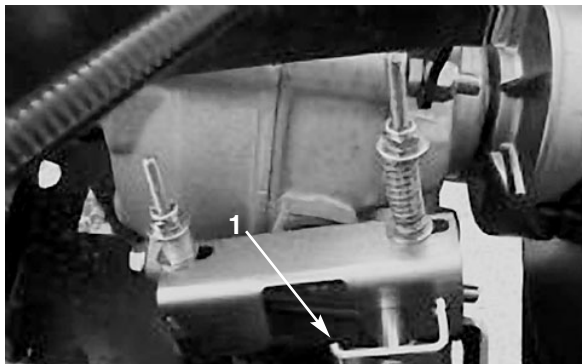

Figure 16
1. Pour verrouillez la boîte-pont au point mort, tournez la goupille de sécurité à 180 degrés sur le bloc inverseur de marche (Fig. 16).